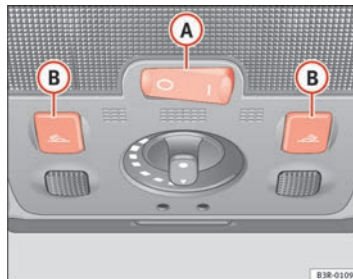

Fig. 94 Detalle del revestimiento del techo: iluminación delantera del habitáculo
El interruptor basculante (A) $\Rightarrow$ fig. 94 para el manejo de la luz delantera del habitáculo tiene las siguientes funciones: